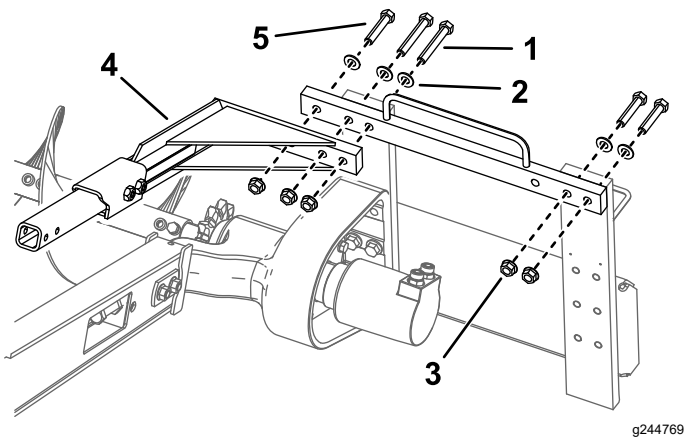

Figura 9
1. Bullone (6)
8. Rimuovete i 2 bulloni ($\frac{5}{8}$ " x 3"), le 2 rondelle e i 2 dadi che fissano il lato destro del telaio superiore e inseriteli nei fori corrispondenti sul lato sinistro (Figura 9).
3. Dado (5)
9. Montate la barra di sicurezza sulla catena della catenaria utilizzando i tre bulloni, le rondelle e i dadi flangiati precedentemente rimossi (Figura 9).